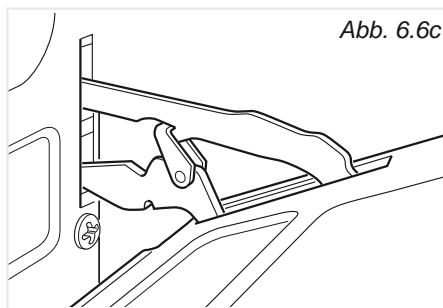

Abb. 6.6c
3. Ofentür anheben. Die Kerbe des unteren Scharnierteils löst sich aus der Raste (abb. 6.6c).